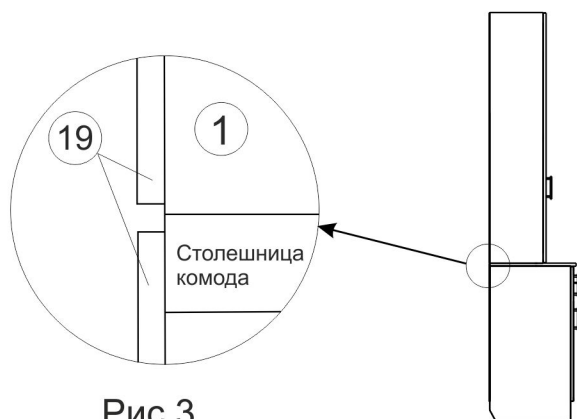
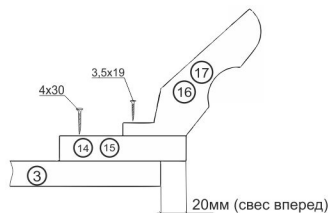

Рис.3
Рис.4
- 2) Гвоздями (п) прибить к собранному шкафу заднюю стенку (20), проверив прямоугольность сборки.
- 3) К детали (6) саморезами присоединить установочные площадки петель (д) см. рис.
- 4) К фасаду (10) саморезами (и) присоединить петли (д). Навесить фасад на шкаф центральный.
- 6) К стойкам (1) саморезами (и) присоединить установочные площадки петель (д).
- 7) В глухие отверстия стоек (1,2) вкручиваем дюбеля эксцентровых стяжек. В глухие отверстия крыши (3) и деталей (8) вставляем эксцентрики (стрелки на эксцентриках должны быть направлены на ближайший торец детали).
- 8) Затягивая эксцентрики, соединяем стойки (1) с крышей (3) и деталями (8).
- 9) Евровинтами (а) и эксцентриками крепим стойки (2) к крыше (3) и деталям (8).
- 10) Евровинтами присоединяем к надстройке стенку (4) с приклеенным к ней зеркалом.
- 11) Гвоздями прибиваем задние стенки (19), проверив прямоугольность сборки.
- 12) Прикрепить надстройку к комоду, вкрутив саморезы (л) в детали (8) снизу сквозь отверстия в столешнице комода. Стойки надстройки сзади должны быть вровень со столешницей (рис. 3).
13) Устанавливаем центральный шкаф на место на нужную высоту, соединяя стойки шкафа со стойками (2) с помощью межсекционных стяжек сквозь отверстия.
15) К дверям (9) прикручиваем петли саморезами 3,5x16 (и).
17) Саморезами (л) крепим к крыше буфета (3) планки декоративные (14,15) - см. рис.4,5.
19) С помощью скотча двустороннего крепим к крыше шкафа центрального (6) балюстраду (18).